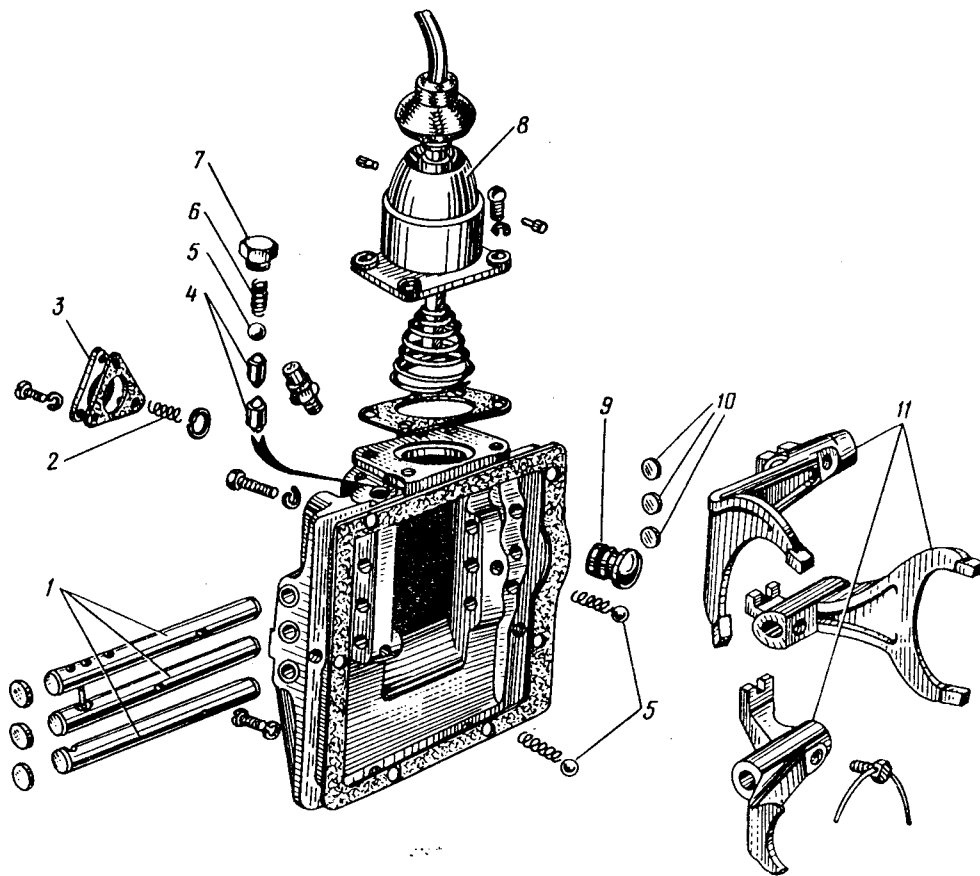

Bild 89. Gangschalteinrichtung zerlegt:
10. Riegelfeder und -kugel herausnehmen. Die Gangschalteinrichtung ist im Bild 89 gezeigt.